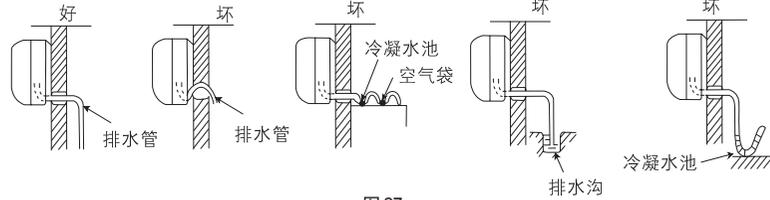

图27
- (1) 用附件⑭排水管与室内机组的出水管连接起来。
- (2) 如要使冷凝水流得舒畅,排水管应倾斜少许,如图27所示。